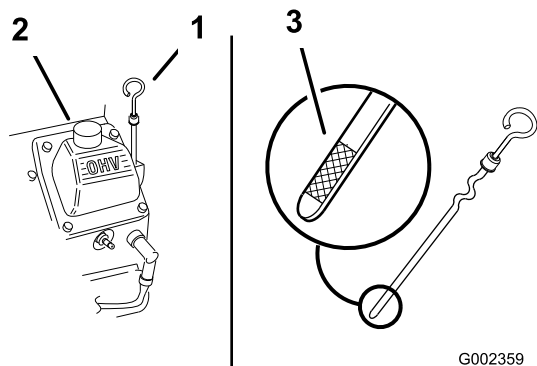

Рисунок 16
3. Очистите поверхность вокруг масломерного щупа (Рисунок 16), чтобы загрязнения не могли попасть в заливное отверстие и привести к повреждению двигателя.
4. Выверните масломерный щуп и начисто протрите его конец (Рисунок 16).
5. Вставьте масломерный щуп в заливную горловину до упора, но не заворачивайте в нее (Рисунок 16).
6. Медленно залейте примерно 80% указанного количества масла в заливную горловину (Рисунок 16).